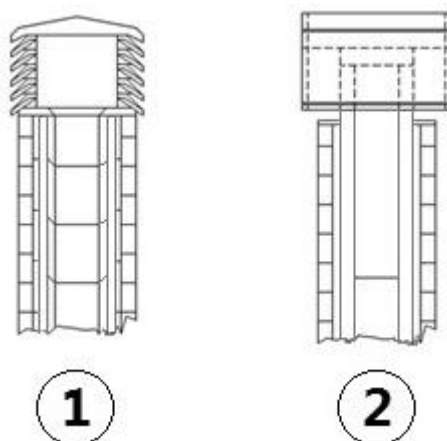

Fig. 5 - Chapéus antivento
- Recomenda-se um chapéu antivento, ver **Fig. 5**.
- Conduto de evacuação de fumos externo realizado exclusivamente com tubos inox isolados, isto é, com dupla parede de no mínimo Ø100/120 mm: estrutura bem fixada à parede. Com chapéu antivento (ver Fig. 5).